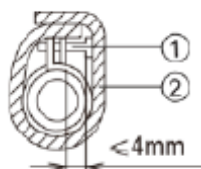

Рис. 5.3.3
3. Обернуть хомут и шланг изолирующим материалом – см. рис. 5.3.3.